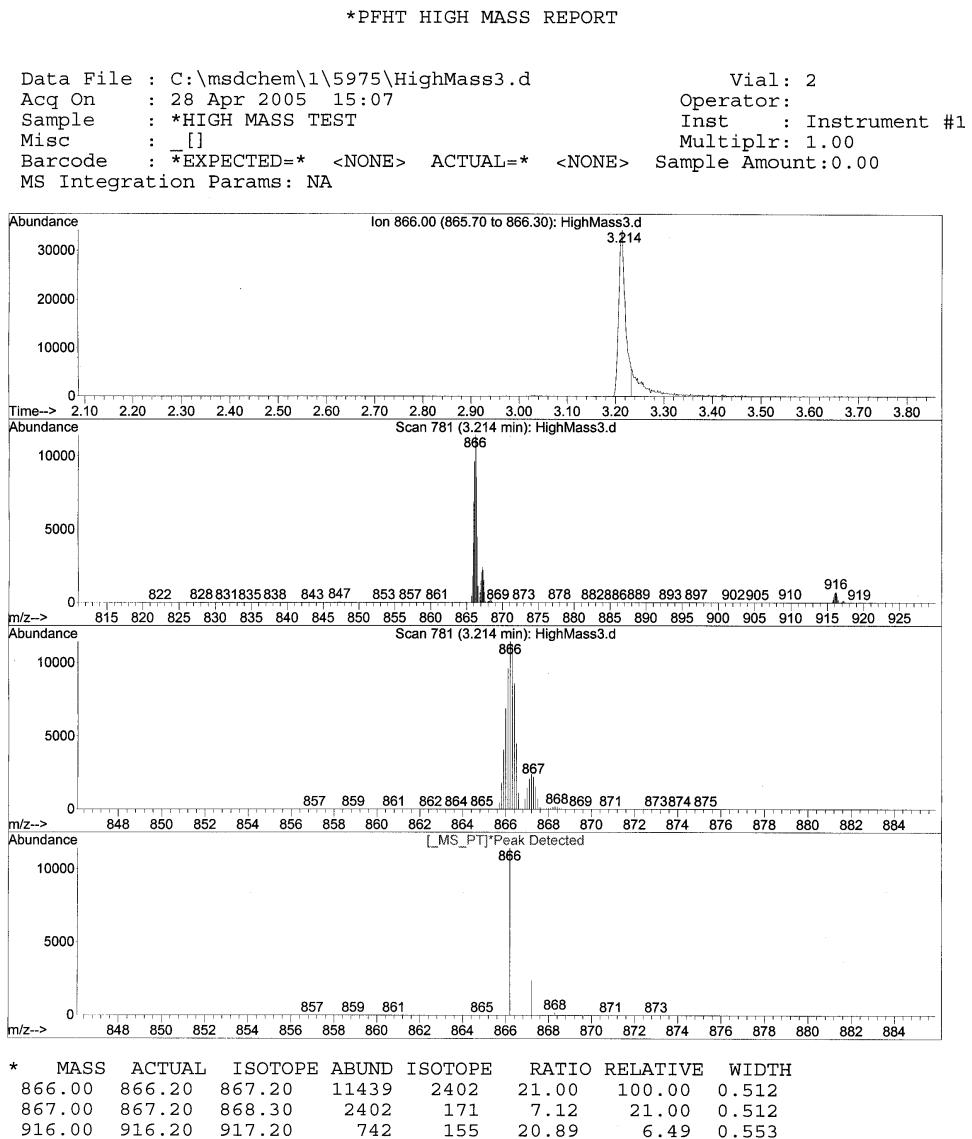

Figura 14 Informe PFHT de alta masa
- 7 La ejecución se completará y los resultados se imprimirán en 5 minutos. Consulte la sección Figura 14 en la página 93.